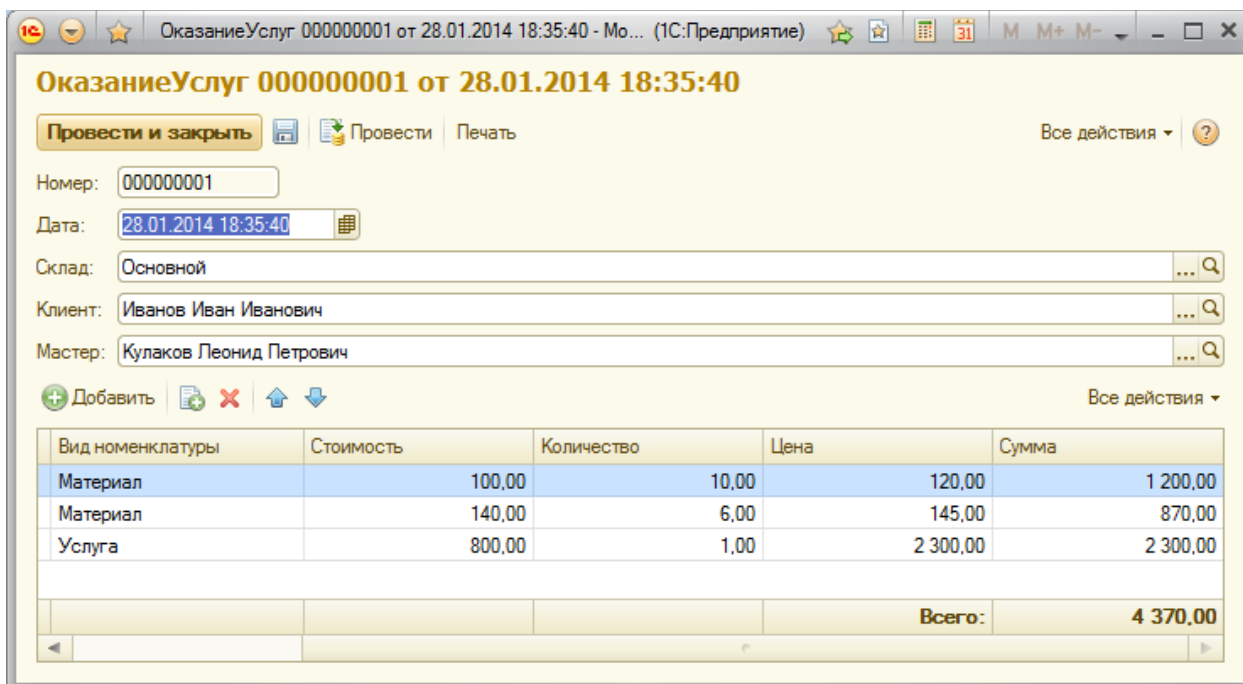

Рисунок 110 Форма документа Оказание услуг
6. Проверьте изменения в форме документа Оказание услуг в режиме «1С:Предприятие» (рис. 110).